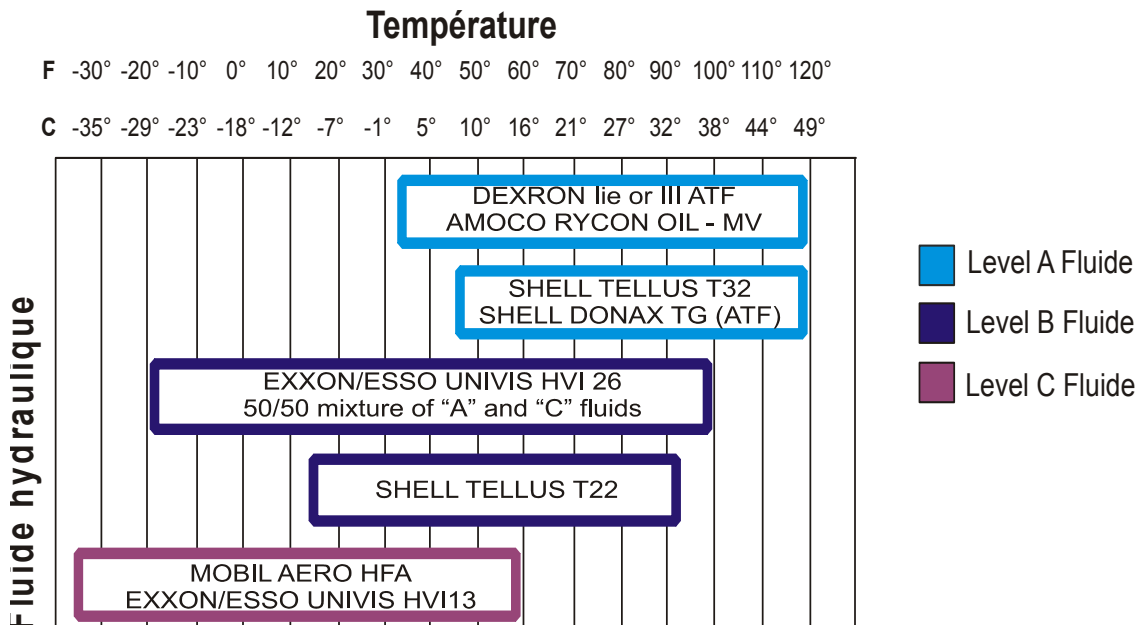

FIG. 5-10
**Voir Figure 5-10.** Si vous travaillez sous des températures allant de -20° à 100° F (-29° à 38° C), utilisez un fluide hydraulique adapté à toutes les températures tel que Conoco MV32. Pour d'autres fluides et/ou d'autres plages de températures, reportez-vous au tableau ci-dessous. Le fait de travailler au-dessus de la plage de températures recommandée pour un fluide peut entraîner une usure excessive de la pompe. Le fait de travailler en dessous de la plage de températures peut entraîner une diminution de la vitesse des vérins hydrauliques. Pour changer de type de fluide, remplacez un gallon (3,8 litres) du fluide utilisé par un gallon (3,8 litres) de fluide de substitution.